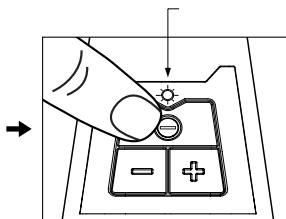

Abbildung 2
2. Drücken Sie auf den on/off Schalter am Bedienfeld, um das Werkzeug einzuschalten. Die Anzeige blinkt grün auf – siehe Abbildung 2.